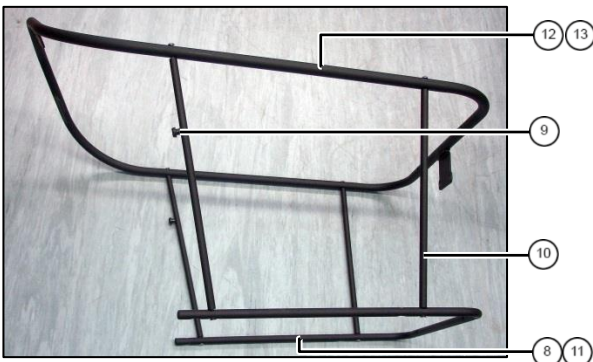

Abb. 5: Reling zusammensetzen
5. Reling-Unterteil ^⑧, 2 Streben lang (Kunststoffpilze ^⑨ oben vorne) und 2 Streben kurz ^⑩ mit 4 Senkkopfschrauben M5x30 ^⑪ verbinden (Abb. 5). Schrauben noch nicht festziehen.
6. Reling-Oberteil ^⑫ und Streben mit 4 Linsenkopfschrauben M5x25 ^⑬ verbinden (Abb. 5). Alle Schrauben festziehen. **Anzugsmoment 3-4 Nm.**